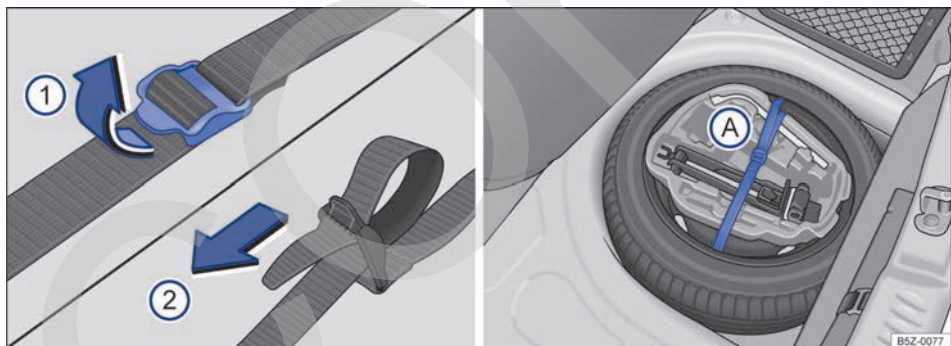

Fig. 156 En el maletero: cinta de fijación de la caja de herramientas y caja de herramientas de a bordo.
- Para soltar la cinta de fijación → fig. 156 A, tirar de la hebilla en el sentido de la flecha ①.